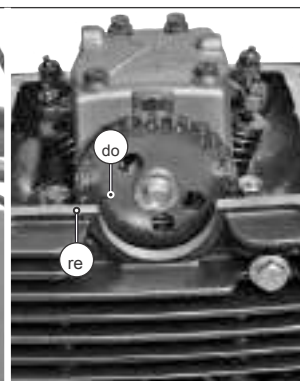

Fig. 3.193B
En esta posición, asegurar que la marca (C) en eje de la rueda dentada de leva coincide con el borde de la superficie de la cabeza completa inder cilindros (D). (Fig. 3.193B)